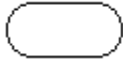

**Рис. 3.** Подготовительная стадия для изображения диаграммы действий
- Обозначьте на диаграмме начало процесса символом  "Initial state" и опустите стрелку вниз (рис. 3). Работу с графическими формами можно осуществлять только при активированной пиктограмме с изображением стрелки на панели "Форматирование".